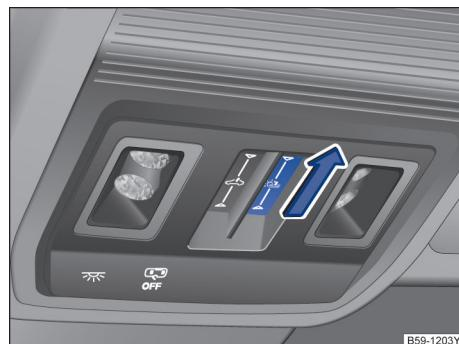

图 73 在顶篷中：打开遮阳卷帘
- 自动运行：通过向后滑动功能按键 →图 73。通过点击功能按键中断自动运行。